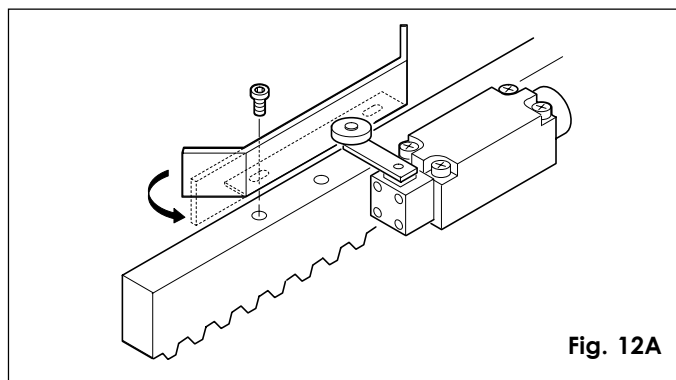

Fig. 12A
L'operatore è dotato di un finecorsa meccanico a levetta con rullino, che comanda l'arresto del moto del cancello nel momento in cui un lamierino sagomato, fissato sulla parte superiore della cremagliera, aziona la levetta fino all'intervento del microinterruttore (fig. 12A).
Nota: I lamierini sono predisposti per un eventuale fissaggio tramite viti (fig. 12A).
Importante: a) Il lamierino deve attivare il finecorsa sulla parte sagomata come da fig. 12A.
- b) Per evitare che il lamierino possa superare il finecorsa è consigliabile raddrizzare la parte sagomata finale come da fig. 12A.